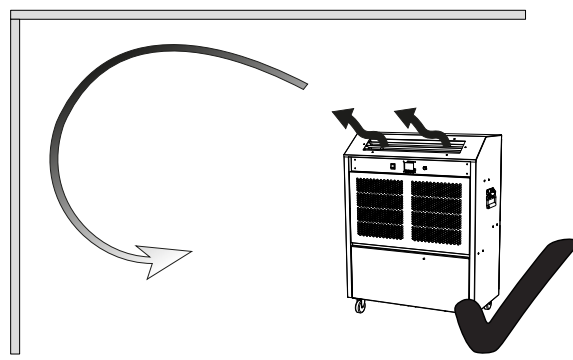

Fig. 5
**Fig. 5:** L'ideale sarebbe che l'aria venisse indirizzata in modo da creare una "coperta" di aria fredda attraverso l'area del soffitto, permettendo alla convezione naturale di far cadere l'aria sull'intera area a velocità molto bassa.